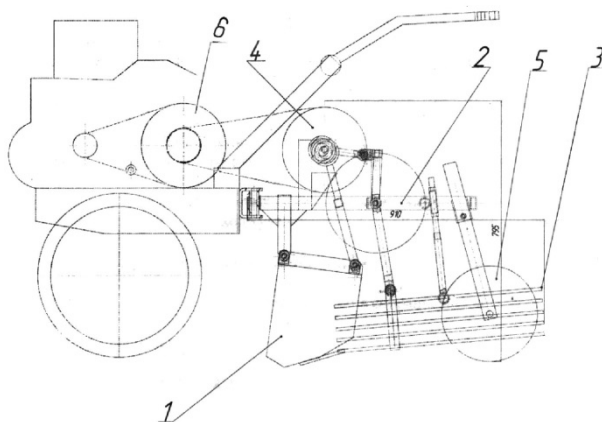

Рис. 1
Картофелекопалка поставляется потребителю в собранном виде. Картофелекопалка состоит из несущей рамы (2), лемеха (1), грохота (3), опорных колес (5) и рамки регулировки (рис. 1). Рама предназначена для крепления копателя на мотоблок. Она представляет собой пространственную сварную конструкцию из профильной трубы боковин и прокатных профилей.